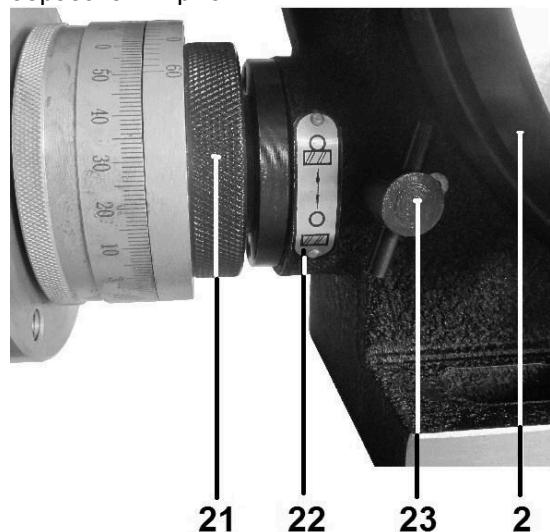

Рис. 10
6.7 Для непосредственной установки заготовки на необходимый угол по шкале (17) ослабьте фиксацию винта (23), (Рис. 10). Поворачивайте кольцо нониуса (21) по часовой стрелке до тех пор, пока он не коснется стопора, как показано на указателе (22) (Рис. 10), до расцепления шестерен редуктора. Непосредственным поворотом рабочего стола (2) установите заготовку в необходимое положение по шкале (17) (Рис. 7а, 7б).